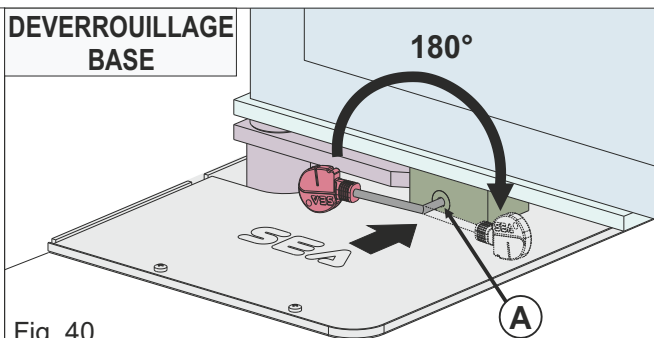

Fig. 40
- insérer la clé Allen fournie dans la fente «A» et tournez-la de 180° vers le centre du portail (Fig.40)